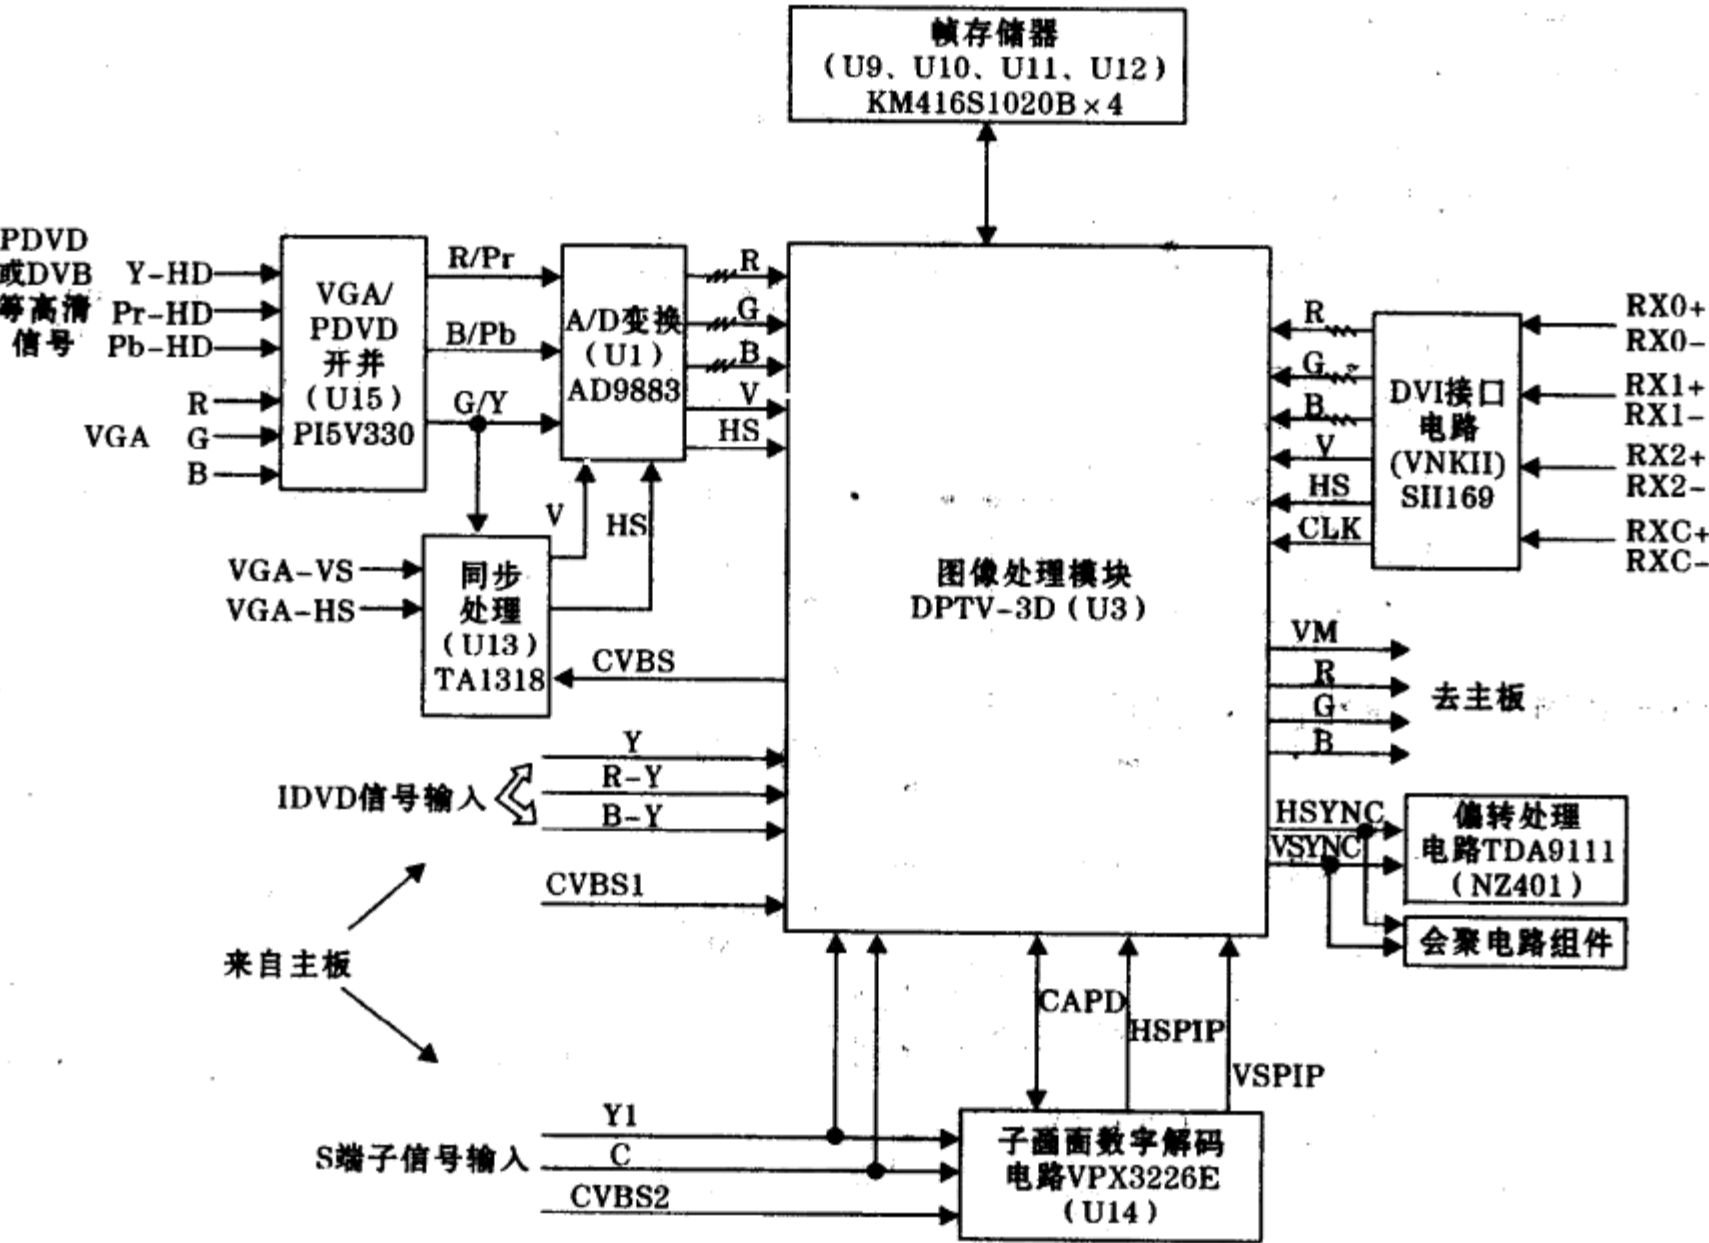
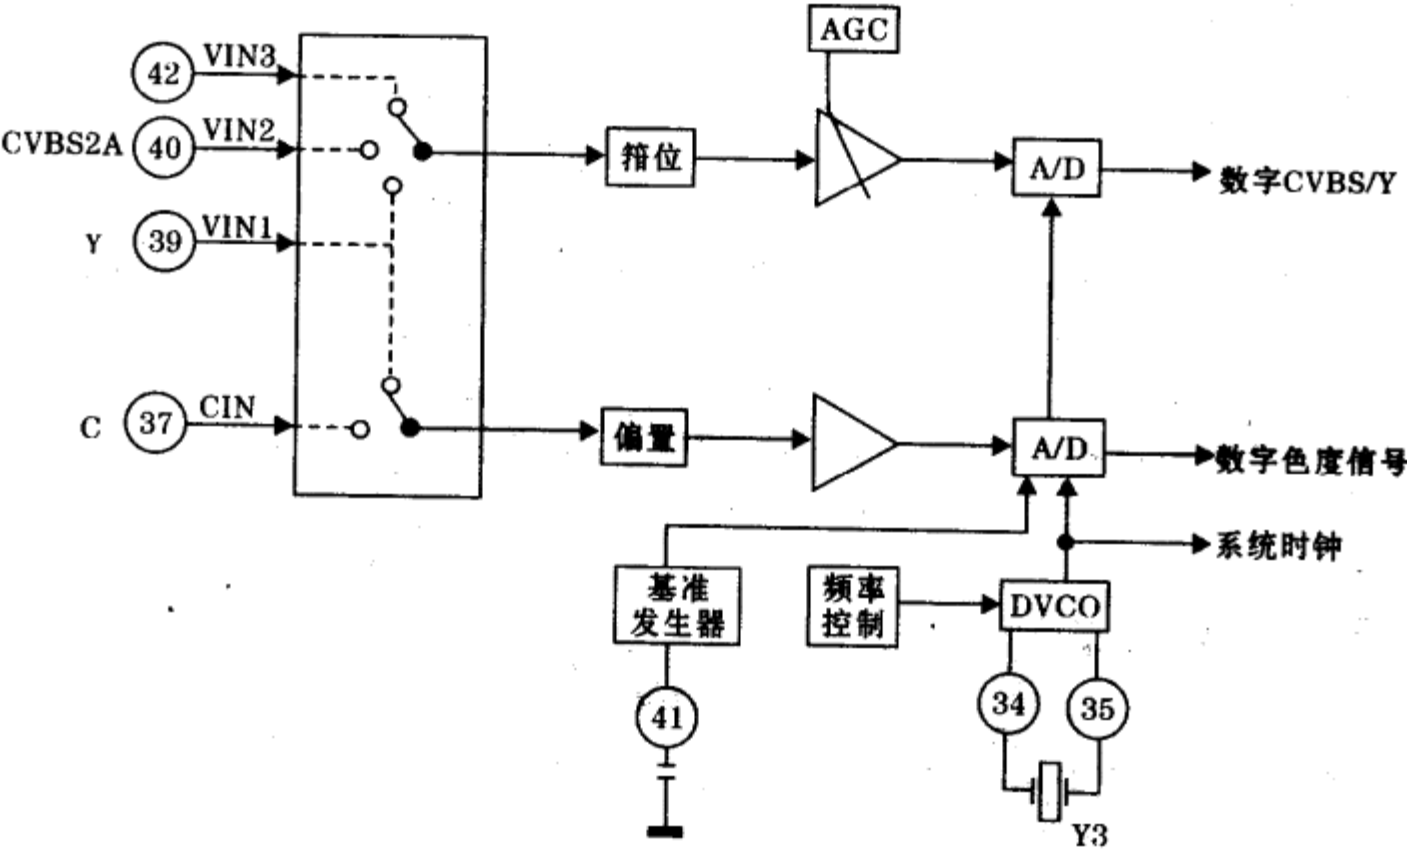

图1 数字高清组件组成方框图
图7 VPX3226E的模拟前端电路方框图
数字高清组件主要包括:视频信号/YUV 信号/YC 信号切换电路、亮度信号处理电路、色度信号处理电路、字符显示电路、变频电路(扫描格式和扫描频率变换)、行场同步脉冲形成电路和 RGB 基色信号形成电路等。数字高清组件的组成方框图如图 1 所示。
①模拟前端电路
由图 1,从主板、AV 板输出的 CVBS2、S 端子(Y、C)等信号,经接插件 XPA03 送入数字变频组件,分别传输到 VPX3226E 第④⑩、③⑨、⑦脚,进入模拟前端电路进行处理。模拟前端电路框图如图 7 所示。